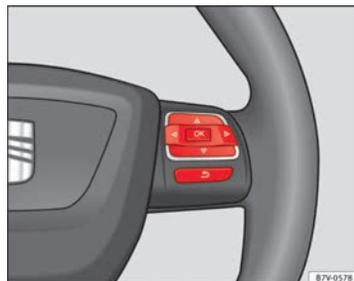

Fig. 38 Lado derecho del volante multifunción: Teclas para utilizar los menús del cuadro de instrumentos.
- Si se visualiza un mensaje o el pictograma del vehículo, pulsar la tecla **OK** (⇒ fig. 37 (A) o bien ⇒ fig. 38).